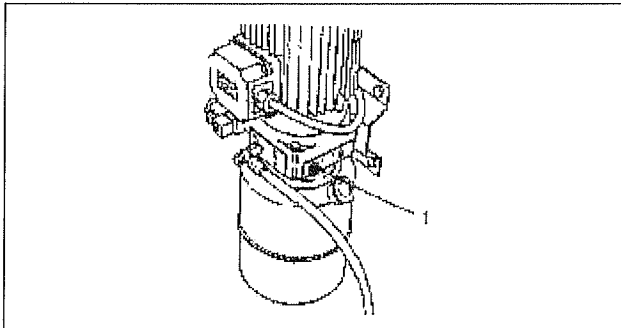

Рис. 23. Предохранительный клапан
- При превышении допустимой нагрузки предохранительный клапан гидравлического силового блока подъемника откроется (п.1, Рис. 23).